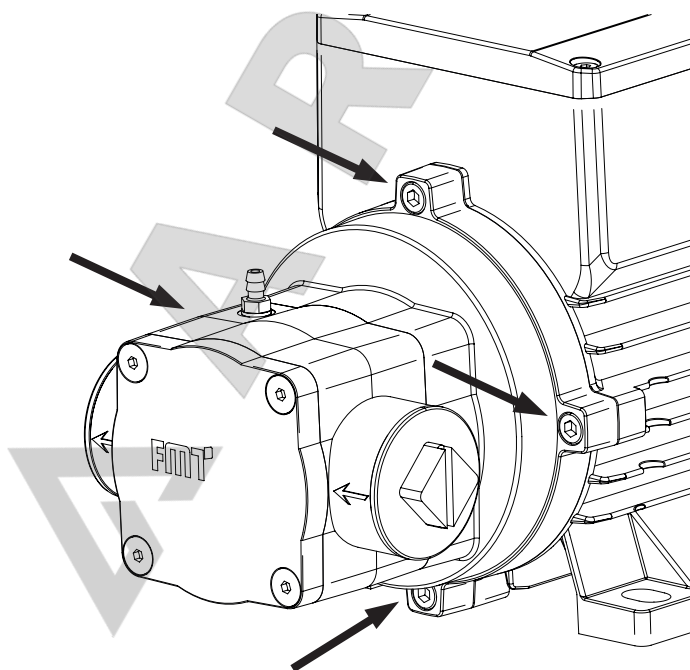

Рисунок 6-2: Расположение винтов для изменения сборки насосного агрегата
- Сначала снимите 4 винта (⇨ см. Рис. 6-2);